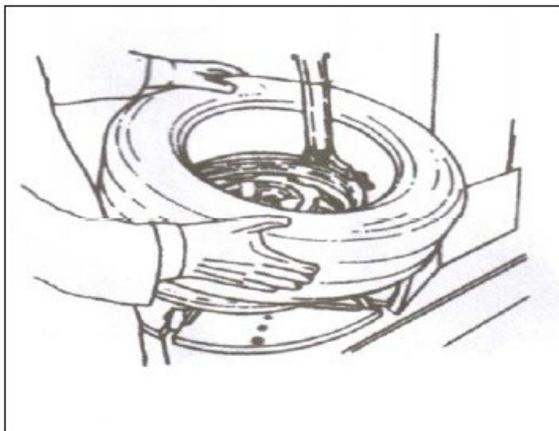

FIG 21
**4.2.2** Passez de la crème de montage sur le pourtour du talon du pneu. Inclinez le pneu sur la jante en gardant le talon supérieur vers le haut. Déplacez l'arbre hexagonal et descendez la tête opérante pour la mettre en contact avec la jante et verrouillez la. Le talon inférieur restant au dessus de la tête opérante à gauche et en dessous de l'extrémité de la tête opérante à droite (fig. 21) Tourner le plateau en guidant le talon inférieur pour qu'il passe à l'intérieur de la jante.